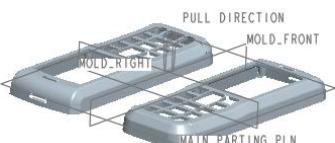

图 31.5 第二个参考模型组装完成后
Step4. 系统弹出“创建参考模型”对话框，在该对话框中选中 **按参考合并** 单选按钮，然后在 **参考模型** 区域的 **名称** 文本框中输入 PHONE_COVER_MOLD_REF_02，单击 **确定** 按钮。完成后的装配体如图 31.5 所示。